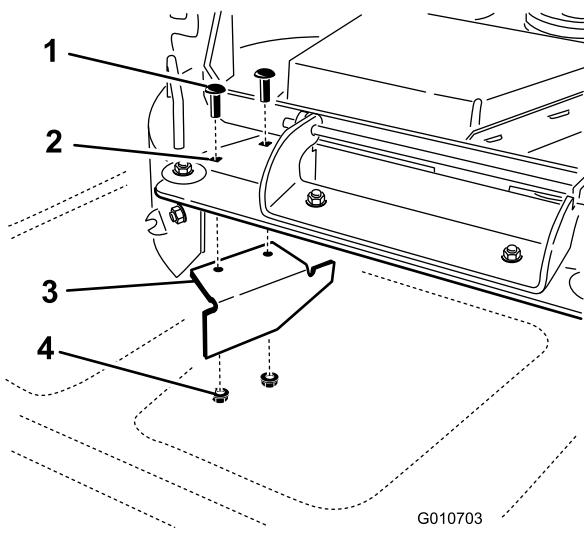

Bild 35
13. Sie finden das Versatzablenkblech in den losen Teilen. Entfernen Sie die Befestigungen an den hinteren Löchern der Auswurfplatte. Befestigen Sie das Ablenkblech an der Seitauswurföffnung am Mähwerk (Bild 35).